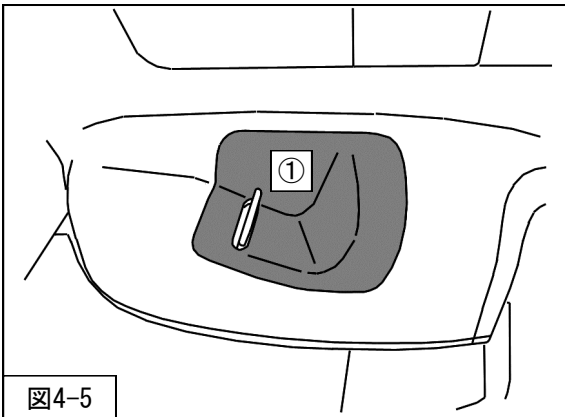

図4-5
8. 室内のサイドライニングに①リッドを取付けてください。（図4-5）